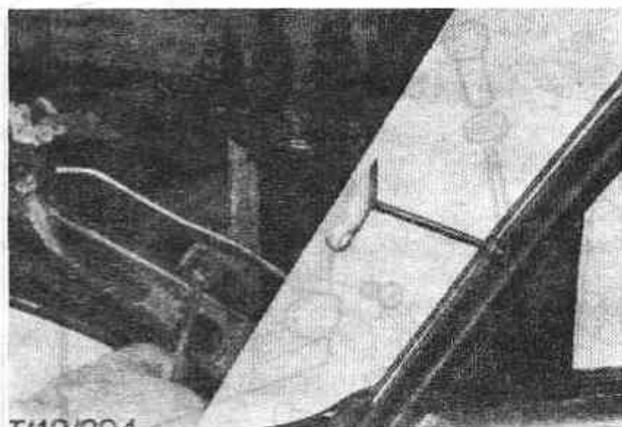
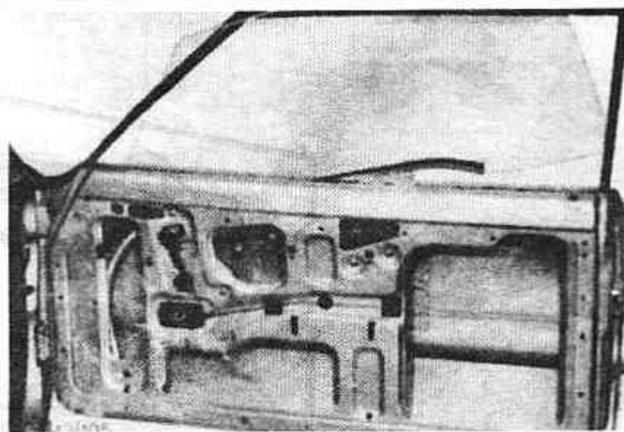

Рис.12.8. Отвинчивание винтов, крепящих удлинитель рамки окна (Разд.11)
Рис.12.9. Извлечение стекла двери вовнутрь (Разд.11)
2. Выверните два винта, крепящие стекло двери к стеклоподъемнику. У задних дверей выверните два винта (Рис.12.8) и снимите удлинители рамки окна. Наклоните стекло внутрь двери и выньте его по направлению вверх (Рис. 12.9).